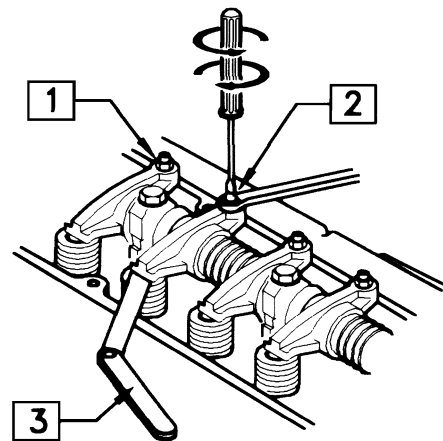

Fig. 7.2
(3) Ajustar la holgura de las válvulas (Fig. 7.2)